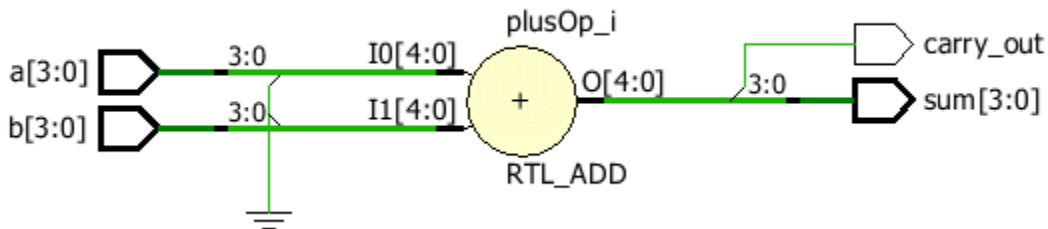

Abbildung 1.1. RTL Schema des Addierer-Moduls.
6. Wenn der Entwurf der VHDL-Datei abgeschlossen ist, speichern Sie die Datei und prüfen Sie nach Syntaxfehlern. Prüfen Sie das Design auf Synthetisierbarkeit. Klicken Sie dazu auf *Flow Navigator > RTL Analysis > Open Elaborated Design*. Das Design wird jetzt übersetzt und die RTL-Darstellung Ihres Moduls anschließend geöffnet (Abbildung 1.1).